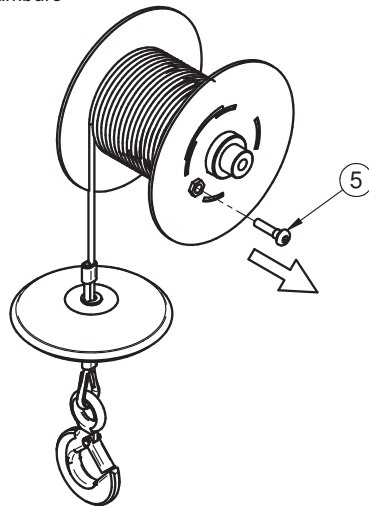

Fig. 4.3
3) Svitare e togliere la vite Rif.5 Fig.4.3 e svolgere completamente la fune dal tamburo